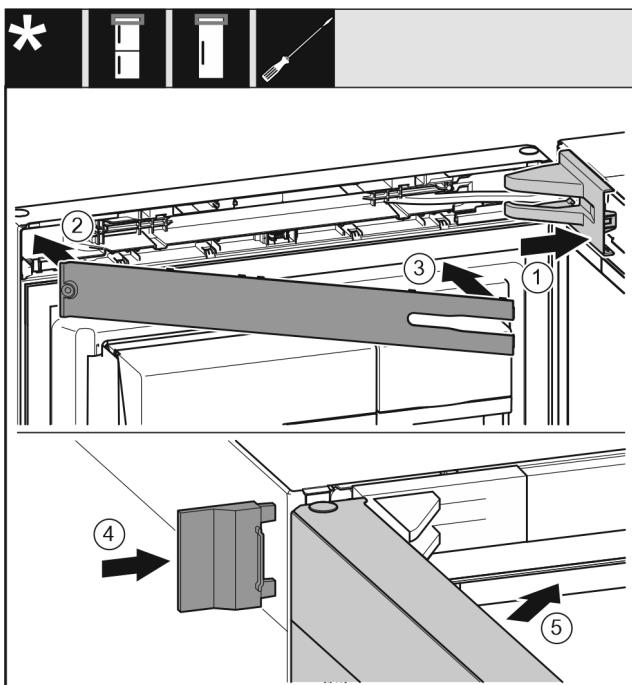

Fig. 22
- Stavite pokrov podloška ležaja i pustite ga da uskoči, po potrebi ga oprezno razdvojite. Fig. 22 (1)
- Stavite masku. Fig. 22 (2)
- Zakrenite masku i pustite da uskoči. Fig. 22 (3)
- Nataknite vanjski pokrov. Fig. 22 (4)
- Zatvorite gornja vrata. Fig. 22 (5)